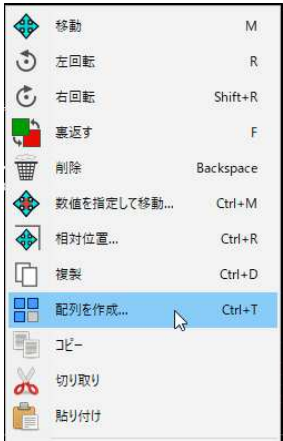

図 A-10
- (5) 面付け操作
① インポートした基板レイアウト全体を範囲選択します。
② 右クリックメニューの「配列を作成」を選択します。図 A-10